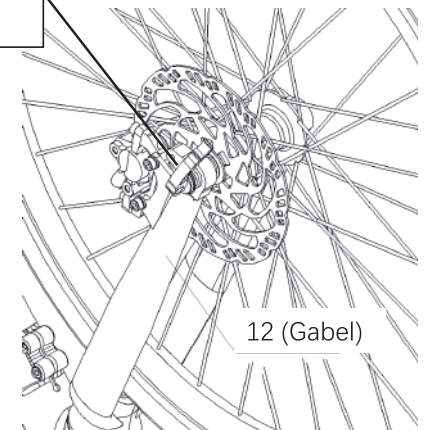

Abb. 45-2
e. Sichern Sie den Schnellspannhebel, wie in Abb. 45-2 gezeigt.